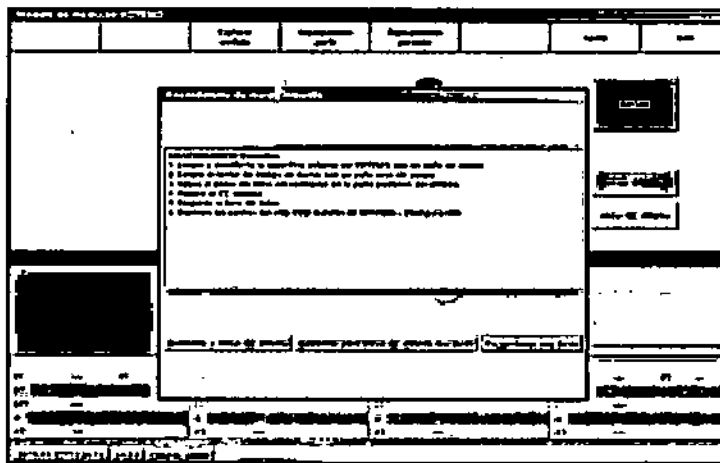

Figura 5-1: Detalles de la pantalla de medición
- ↳ Aparece la pantalla del módulo de medición (Figura 5-1).